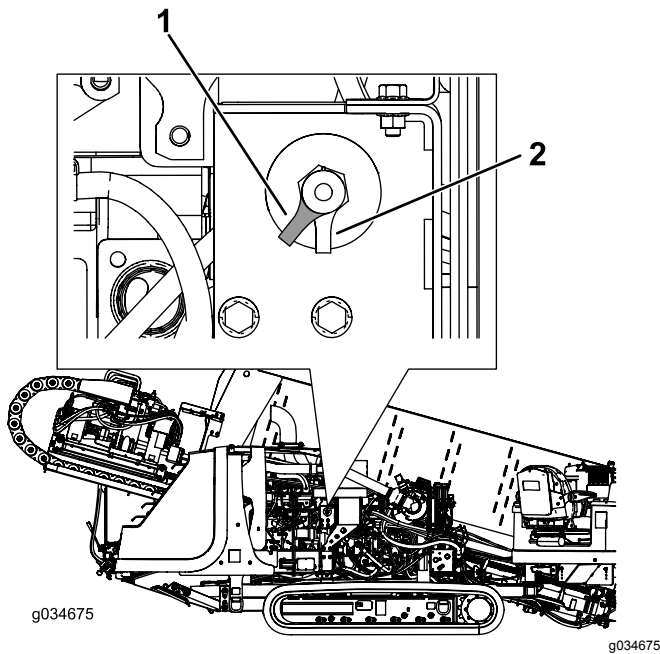

Figura 26
- Para energizar a máquina eletricamente, gire o interruptor de DESCONEXÃO DA BATERIA no sentido horário para a posição ON (Figura 26).
- Para desenergizar a máquina eletricamente, gire o interruptor de DESCONEXÃO DA BATERIA no sentido anti-horário para a posição OFF (Figura 26).